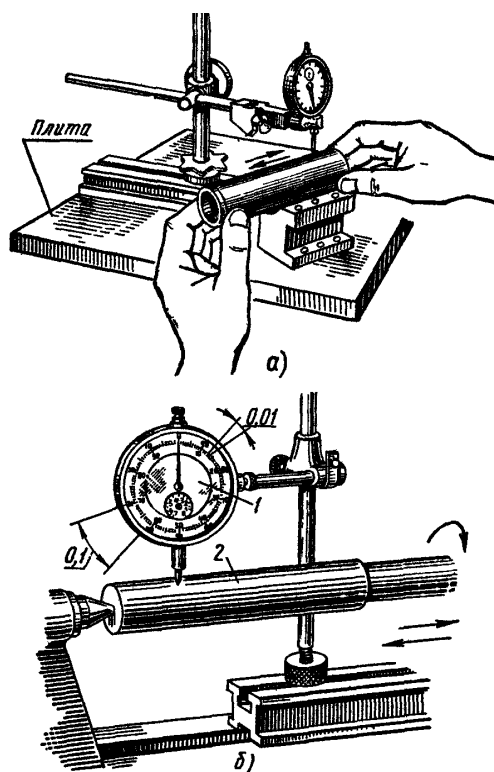

Рис. 26. Приемы проверки индикатором:
1. Установить точно проверяемую деталь (рис. 26, а).
2. Установить индикатор на штатив (рис. 26, а).
3. Рабочую поверхность измерительного стержня индикатора 1 привести в соприкосновение с поверхностью проверяемой детали 2 так, чтобы стрелка сделала один-два оборота (рис. 26, б).
5. Перемещать измерительный стержень индикатора относительно поверхности измеряемой детали или измеряемую поверхность относительно индикатора (рис. 26, а, б).